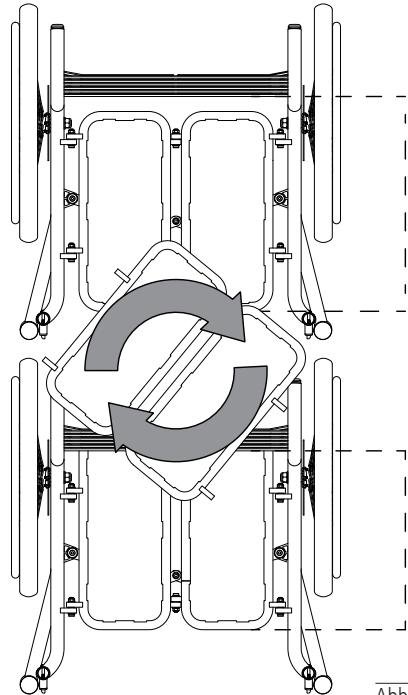

Abb. 37
1. Lösen Sie die vier außenliegenden Schraubverbindungen der Sitzplatte und montieren die Sitzplatte anschließend um 180° gedreht (Abb. 37).